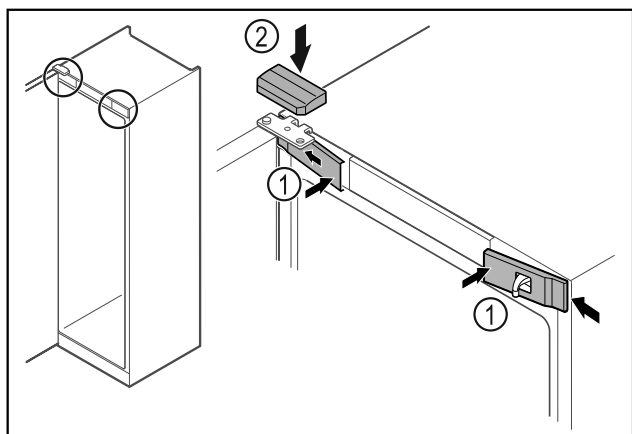

Fig. 45
- Kiinnitä etusuojukset Fig. 45 (1) sivulta ja lukitse paikalleen.
- Paina ylempi suojus Fig. 45 (2) yläkautta paikalleen.